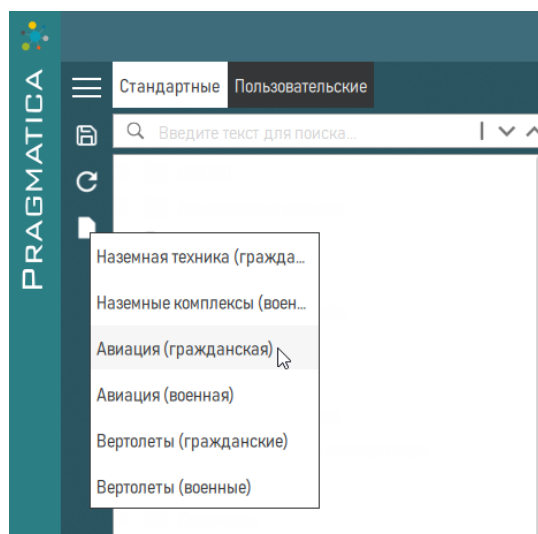

Рисунок 7 – Выбор набора единиц измерения
- 2) В открывшемся меню выбрать набор единиц измерения – для авиационной или наземной техники (рисунок 7).